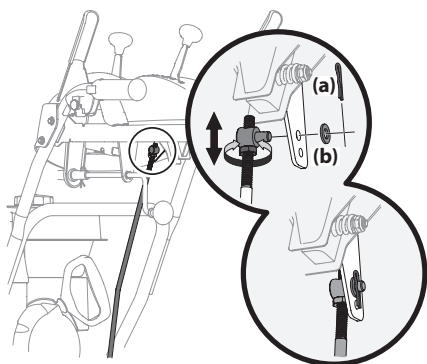

Figure 2-53
2. Retirez la goupille fendue et la rondelle de la virole sur la tige de commande. Retirez-la du levier de vitesse. Voir Figure 2-53.
4. Faites pivoter la virole vers le haut ou vers le bas sur la tige de commande jusqu'à ce que la virole soit alignée avec le trou supérieur du levier de vitesse. Voir Figure 2-53 en médaillon.